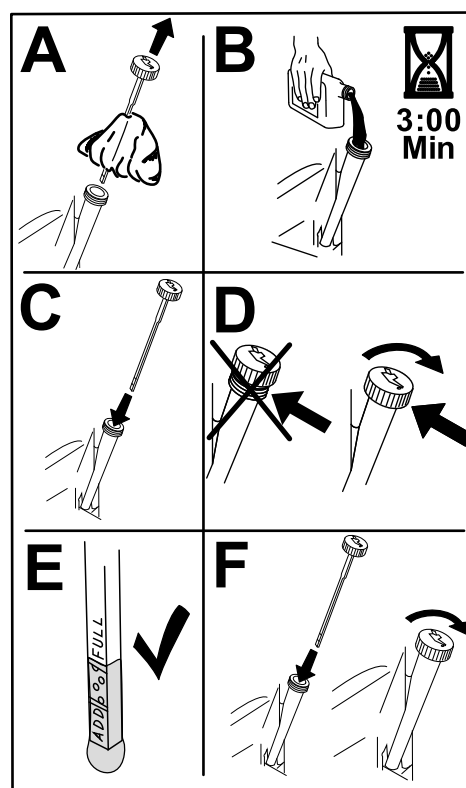

Figura 44
6. Versate lentamente circa l'80% dell'olio indicato nel tubo di rifornimento e sempre con cautela rabboccate l'olio necessario per portarlo alla tacca di **Pieno** (Figura 44).